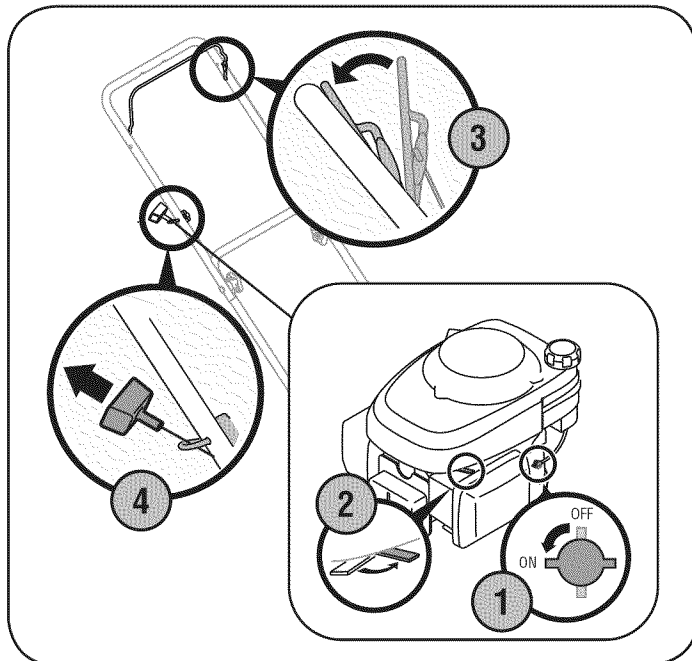

Figura 11
1. Coloque la palanca de la válvula de combustible (1) en el lado izquierdo del motor en la posición de ON. Vea la Figura 11.
2. Mueva la palanca de estérter (2) en todo hacia atrás en la posición de estérter.
3. Colóquese detrás de la podadora, apriete la manija de control de la cuchilla (3) y sosténgala contra la manija superior. El obturador ahora comenzará a regresar lentamente a la posición de obturador OFF después de activar el control de la cuchilla. Por lo tanto, rápidamente avance al paso cuatro siguiente.
4. Sostenga firmemente las dos manijas juntas, tome la manija del arrancador de retroceso (4) y tire de la cuerda para sacarla con un movimiento del brazo rápido, continuo y total. Vea la Figura 11. Mantenga firme la manija del arrancador, deje que la cuerda regrese lentamente al arrancador. Repita hasta que el motor esté en marcha. Deje que la cuerda se vuelva a enrollar lentamente.